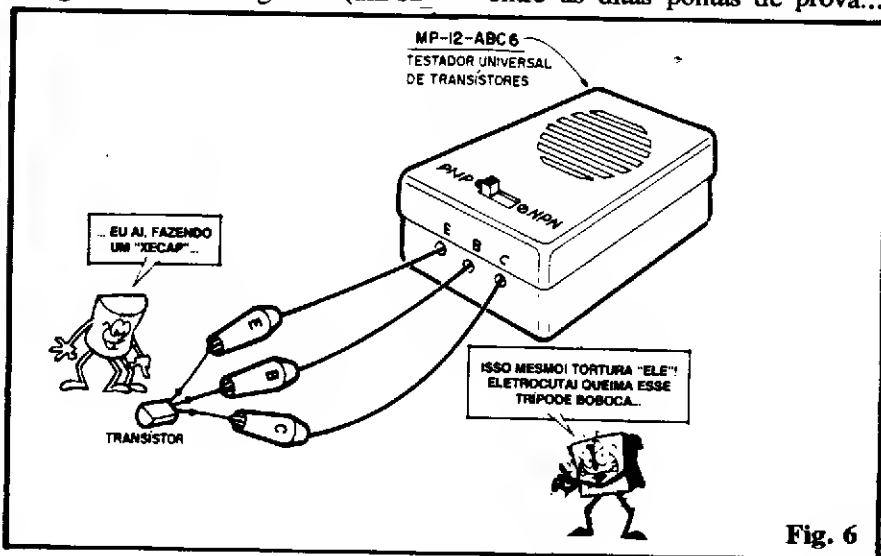

Fig. 6
- **FIG. 6 - TESTE MAIS “PRO-FUNDOS” E ESPECÍFICOS** - É lógico que quem tiver instrumentos mais sofisticados, poderá efetuar testes e qualificações também mais profundas nos componentes “rapinados” das SUCATAS...